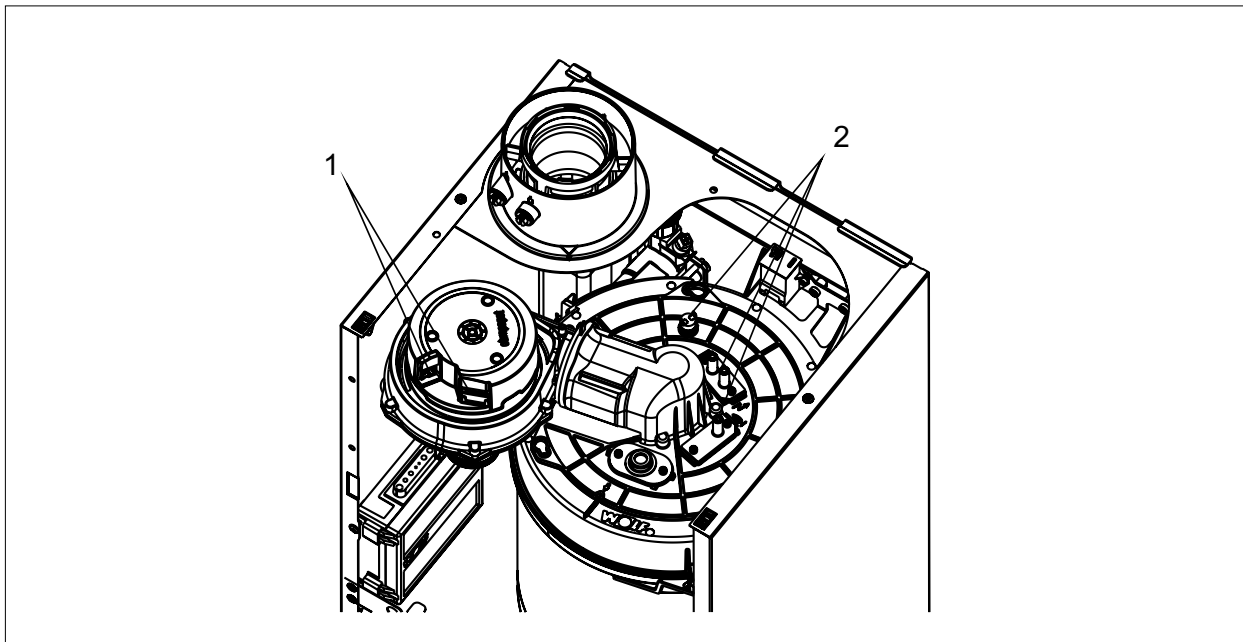

Abb. 5.7 Anschlusskabel Brennkammerdeckel lösen
- ▶ Dichtung (1) auf Beschädigungen kontrollieren und bei Defekten tauschen.
- ▶ Brennkammerdeckel (4) auf die Brennkammer setzen.
- ▶ Neue Gasdichtung einsetzen (2) und Überwurfmutter anziehen.
- ▶ Stecker der Zünd- und Ionisationselektrode, STB und Gebläse anschließen, siehe Abb. 5.7.
- ▶ Brennkammerdeckel mit Schrauben (3) befestigen.